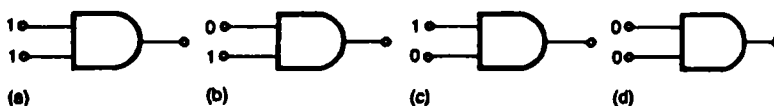

Figura Q.16
- 42 Dintre porțile reprezentate în figura Q.16, care va avea ieșirea în 1?